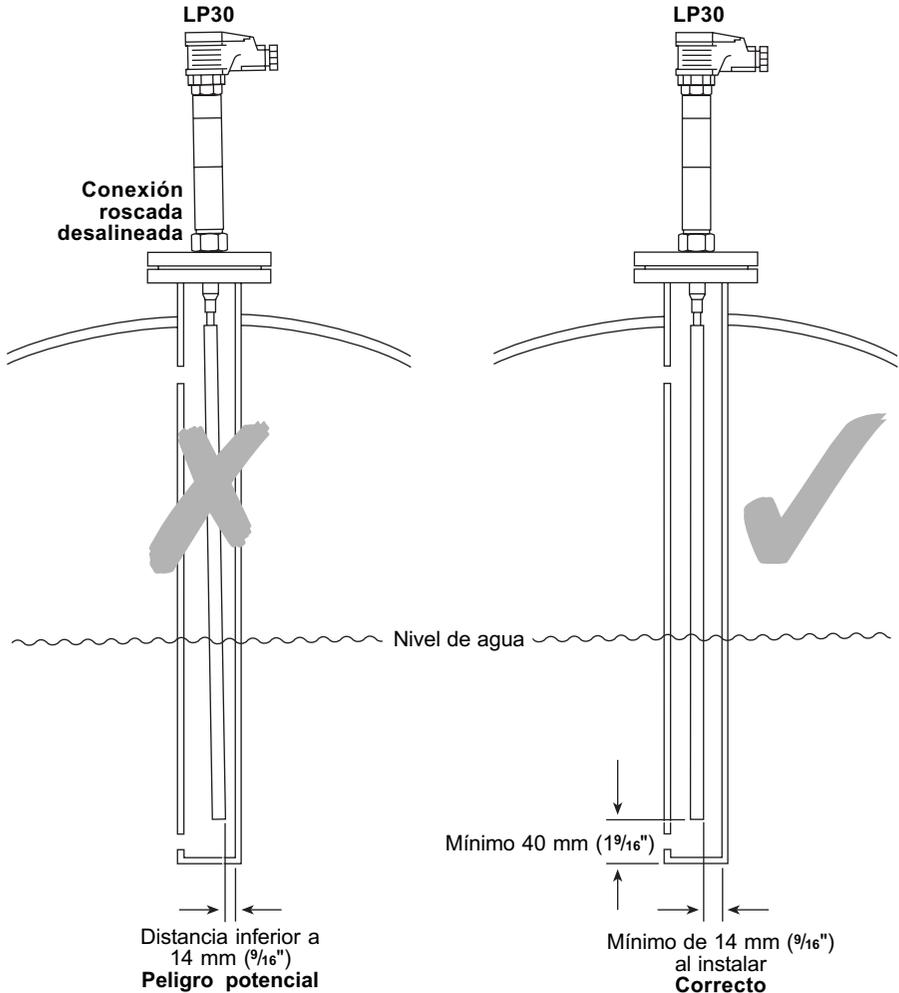

Fig. 10
Cuando se realiza correctamente, la prueba asegurará que la posición de la varilla de la sonda está por lo menos a 14 mm ($\frac{9}{16}$ ") del tubo de protección. Ver Fig. 10.
- El tubo de protección no tiene un diámetro lo bastante grande y/o profundo (el tubo debe ser por lo menos 40 mm (1 9/16") más largo internamente que el extremo de la sonda, ver Fig. 10).